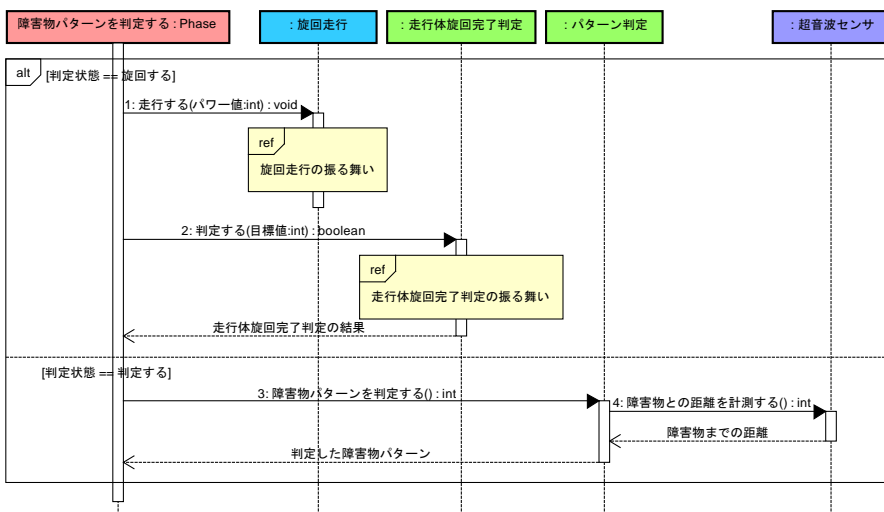

図3.3 「障害物パターンを判定する」の振る舞い
Phase④:「障害物パターンを判定する」(詳細は1.3項「各Phaseのフロー」参照)の振る舞いを図3.3に示す。